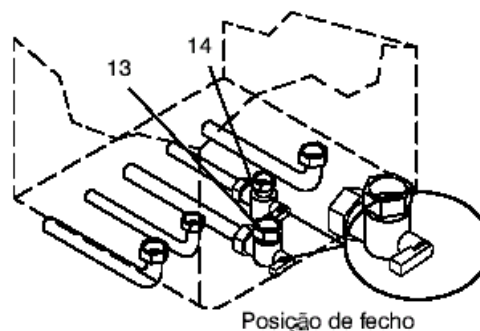

Fig. 6.2.
3. Fechar o passador de corte de gás 13 à caldeira, fig. 6.2..